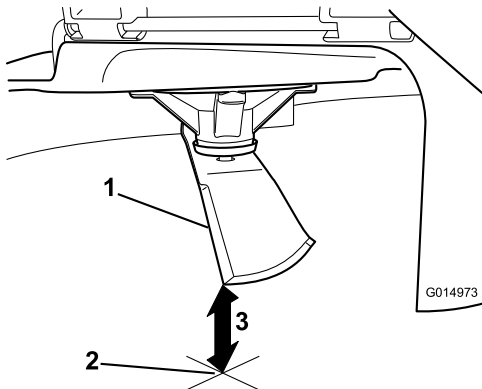

Figure 73
3. Mesurez la distance entre la pointe de la lame et la surface plane (Figure 73).